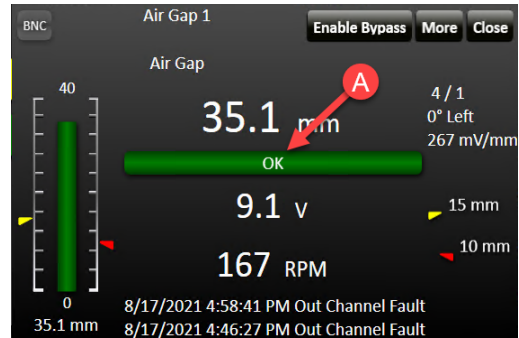

图 7-10) 状态栏
- 使用 VC-8000 维护软件检查气隙通道的状态栏 (A)。验证状态是否正常 (参见图 7-10)。